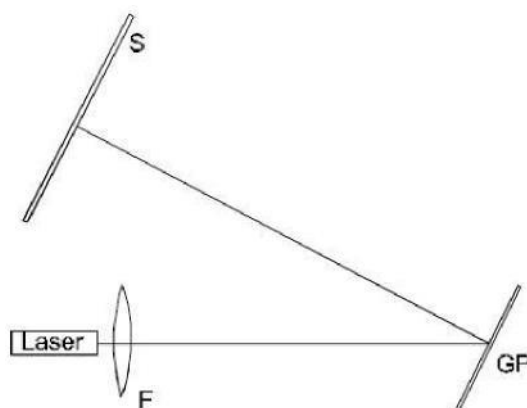

Fig.1 Montaje experimental (F = Lente, GP = Placa de vidrio, S = Pantalla de vidrio mate)
- El Láser sin lente se coloca en una esquina del tablero metálico, así que el paso del rayo sea paralelo al lado largo del tablero (ver Fig. 1)